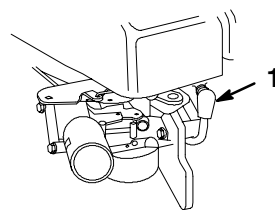

Figure 32
2. Débranchez la bougie (Fig. 32).